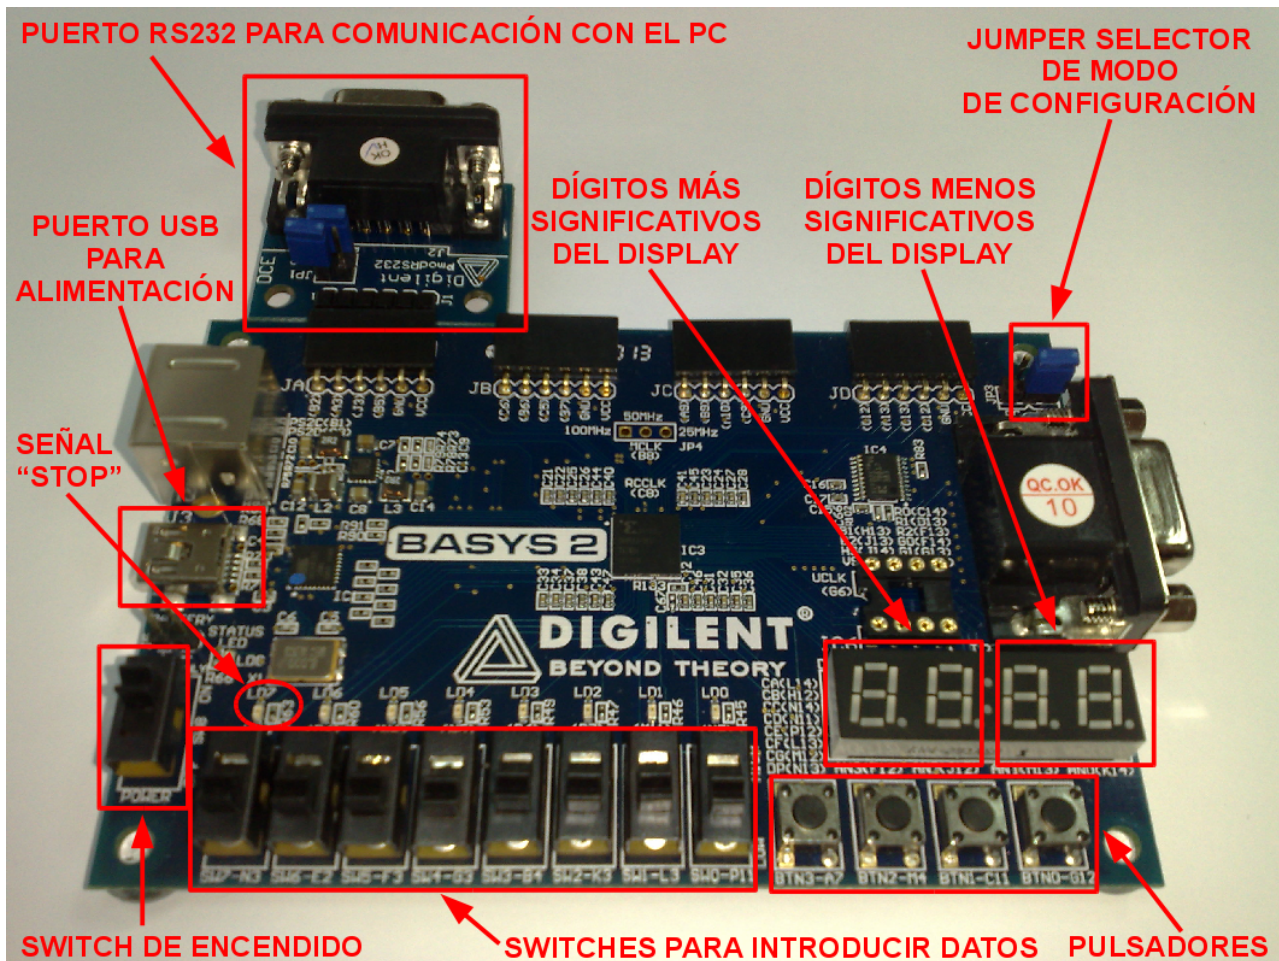

Figura 1. Placa de prototipado empleada en la práctica.
Con estos objetivos se ha implementado¹ un sistema basado en el procesador CS2010 sobre la placa de prototipado Digilent Basys2 que se muestra en la figura 1. El sistema implementado incluye los siguientes componentes:
2. Conecte la placa al puerto RS232 del PC (vea la figura 1 para ver como conectar la extensión RS232 a la placa de prototipado).